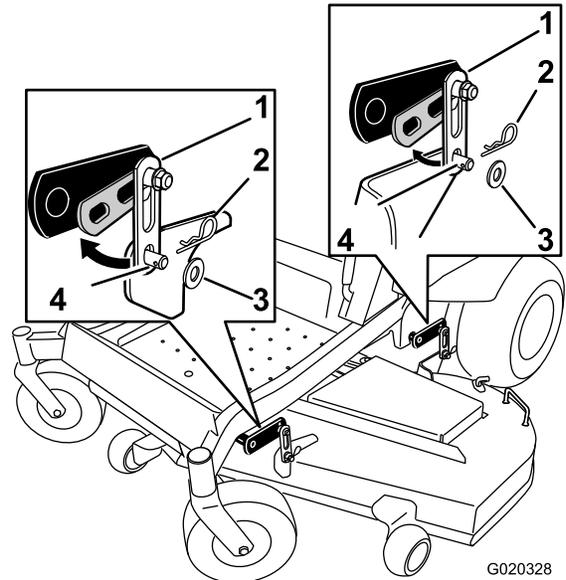

Figura 74
2. Retire los herrajes de las pletinas de suspensión delanteras y traseras en ambos lados de la carcasa (Figura 74).
6. Eleve la parte trasera de la carcasa del cortacésped y sujete el soporte trasero de la carcasa a las pletinas de suspensión traseras. Sujételos con una arandela y un pasador de horquilla (Figura 74).
7. Conecte el soporte delantero de la carcasa del cortacésped a las pletinas de suspensión delanteras y sujételas con una arandela y un pasador de horquilla (Figura 74).